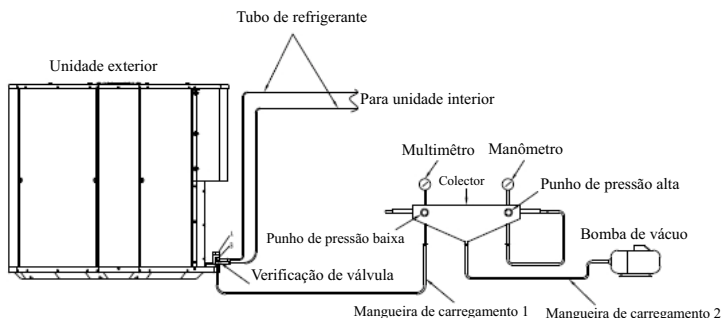

Fig. 21
■ Quando conectar o tubo cujo comprimento é mais de 5 metros (distância única), use bomba de vácuo para exaustar o ar. Quanto à unidade utilizada R410A, deve usar bomba de vácuo para exaustar o ar, não se importa de que comprimento o tubo é. (Consulte a Fig. 21)
- ① Abra a Porca A, conecte a mangueira 1 de carregamento do coletor de válvula A. (Válvulas A e B devem ser fechadas) Em seguida, conecte a bomba de vácuo 2 de carregamento.
- ② Abra o punho da pressão baixa do coletor de Lo completamente.
- ③ Ligue a bomba de vácuo para exaustar o ar. Abra a válvula B um pouco para verificar se o ar entrar ou não. (O ruído da bomba de vácuo muda e a leitura de medidor altera de negativo para zero), e em seguida aperte a porca da válvula.
- ④ Depois de exaustar o ar, feche o punho de pressão Baixa do coletor completamente(Lo)